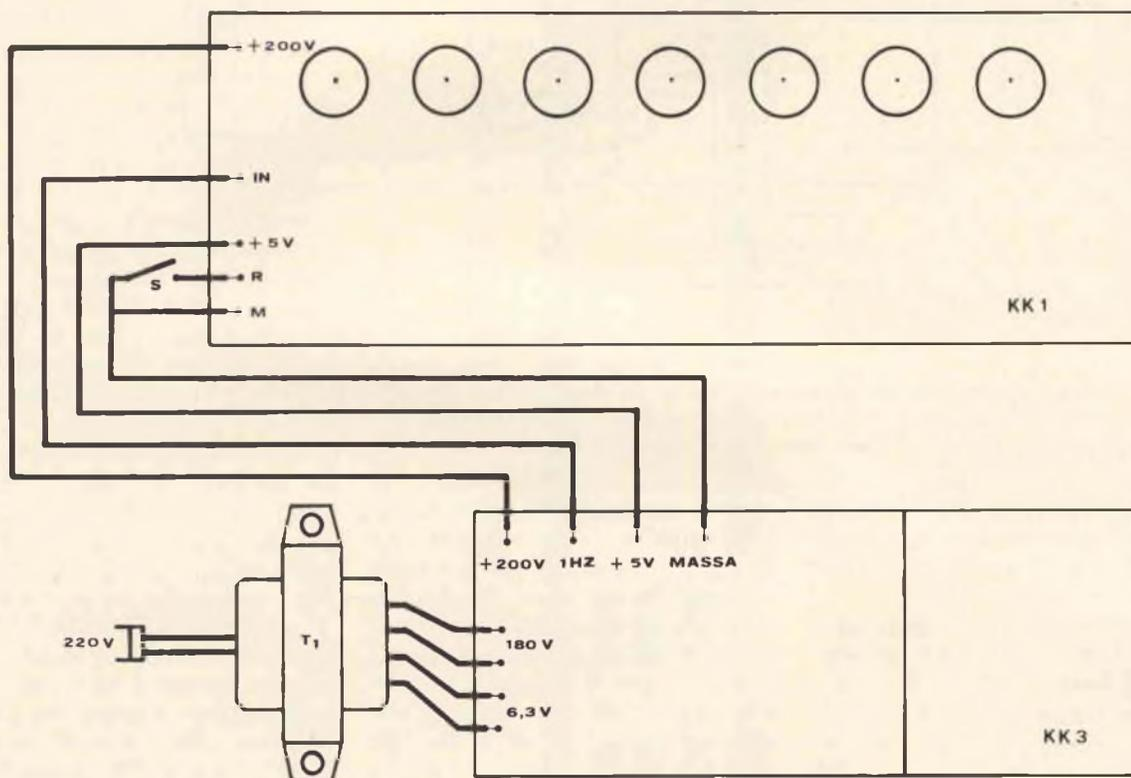

Fig. 5 - Circuito di prova della bassetta di conteggio (vedi testo).
Vedrebbe in tal caso, se tutto funziona perfettamente, un segnale del tipo riportato in fig. 8, ripreso da un oscilloscopio con asse Y posto alla sensibilità di 2 V/cm e la base dei tempi a 250 ms/cm. Terminata questa prima serie di prove con esito positivo, possiamo senz'altro realizzare il circuito di fig. 5 usando oltre al circuito alimentatore KK3, il circuito di conteggio KK1, di cui controlleremo il regolare funzionamento.
fig. 5 dovremo, con S chiuso, vedere le valvoline nixie illuminarsi e contemporaneamente iniziare il conteggio sulla prima, al ritmo di un secondo. Una volta giunta la prima valvolina al numero 9, essa tornerà allo 0, mentre la seconda segnerà 1 e così via. Non ci resta che controllare che tutte le valvoline seguano il normale conteggio di tutti i numeri in ordine.
1) Nello schema di fig. 5 se, dando tensione le valvoline si illuminano su di un numero a caso, premete il pulsante di reset: le valvoline devono azzerarsi tutte. Nel caso ciò non avvenga per una o più di esse, dovete sostituire la decade SN7490 ad esso relativa, che presenta la porta NAND dell'azzeramento ovviamente difettosa. Questo però è un difetto che capita molto di rado, e solo quando si usano integrati di dubbia provenienza. Comunque, prima di procedere a questa o ad altre sostituzioni di integrati è bene controllare che il montaggio della parte di circuito che interessa l'integrato sospetto sia eseguito correttamente.